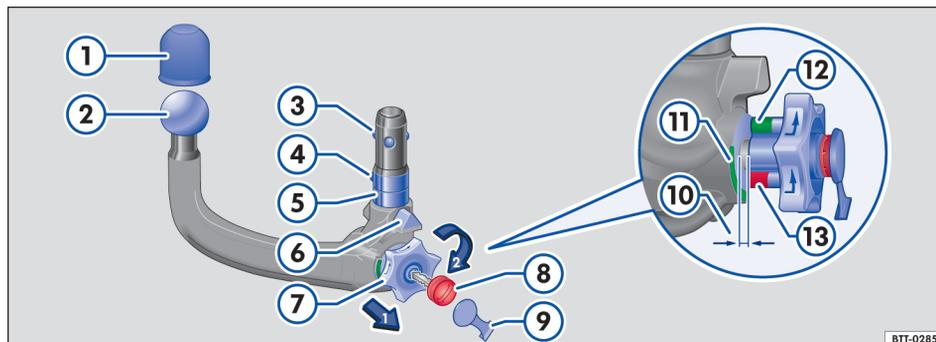

Fig. 95 Enganche de bola desmontable.
Legenda de la fig. 95:
- Retire la tapa ⇒ fig. 95 ⑨ de la cerradura de la ruedecilla. ▶
- Introduzca la llave ⇒ **fig. 95 ⑧** en la cerradura y gírela en el sentido de las agujas del reloj.
- Con la mano derecha tire de la ruedecilla ⇒ **fig. 95 ⑦** hacia fuera, en el sentido de la flecha 1, y manténgala en esta posición.
- Gire la ruedecilla ⇒ **fig. 95 ⑦** en el sentido de la flecha 2 hasta que encastre.
- Mantenga la ruedecilla ⇒ **fig. 95 ⑦** en esta posición y retire el enganche de bola de su alojamiento hacia abajo. El enganche de bola queda pretensado.